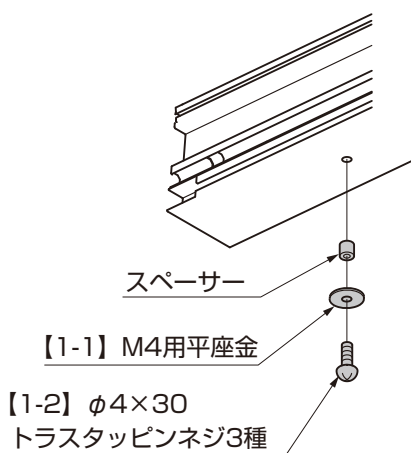

図1-10
- ①垂木の桁側、垂木掛け側両端にφ3.5の穴をあけてください。
- ②垂木の両端にスペーサー、【1-1】を【1-2】で取付けてください。(図1-10参照)